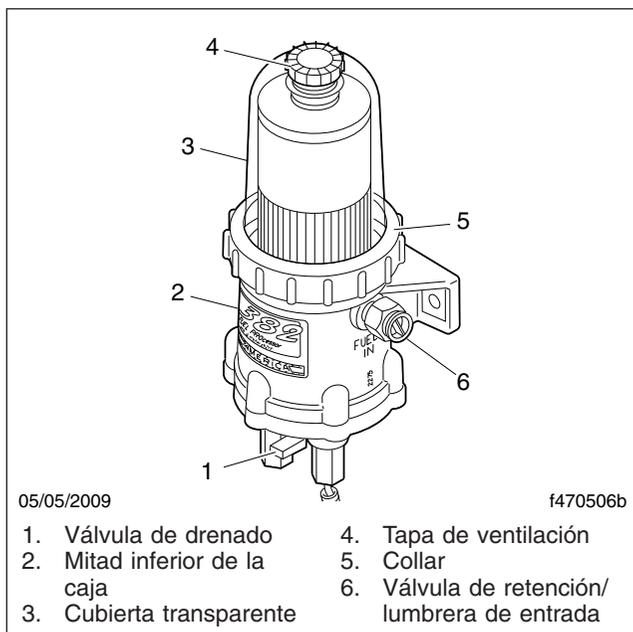

Figura 24.2, Fuel Pro 382 de DAVCO
3. Retire la tapa de ventilación (Figura 24.2, ítem 4) y abra la válvula de drenaje (Figura 24.2, ítem 1) para drenar el combustible hasta justo por debajo del nivel del collar; luego cierre la válvula de drenaje.